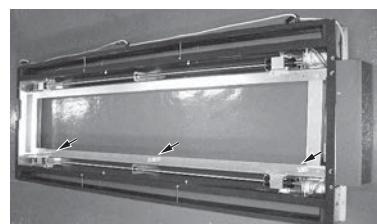

図4
- 1.昇降キット付属のケーブルクリップを（図4）の位置に取付けてください。（3カ所）